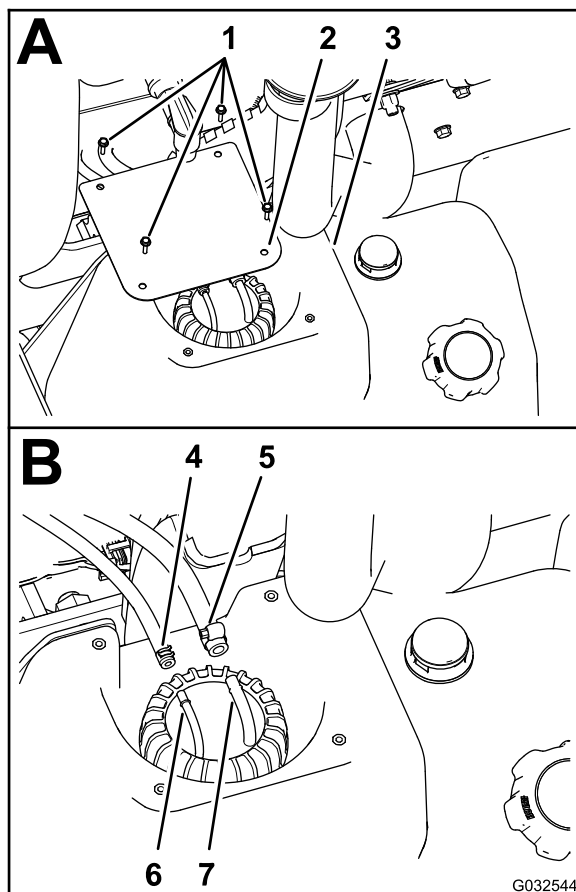

Figura 76
2. Nel serbatoio del carburante, rimuovete le 4 viti (n. 10 x 3/4") che fissano il coperchio alla parte superiore del serbatoio del carburante e rimuovete il coperchio (Figura 76).
3. Allentate i morsetti che fissano i 2 flessibili del carburante ai 2 raccordi dei flessibili nella parte superiore del gruppo raccordo tubo (Figura 76).
4. Scollegate i 2 flessibili dai raccordi dei flessibili e lasciate spurgare eventuale carburante presente nei flessibili in un recipiente per carburante approvato (Figura 76).
4. Montate il flessibile del carburante da 6,4 mm sul raccordo del flessibile da 6,4 mm, poi fissate il flessibile al raccordo con il morsetto (Figura 76).
5. Montate il flessibile del carburante da 8 mm sul raccordo del flessibile da 8 mm, poi fissate il flessibile al raccordo con il morsetto (Figura 76).